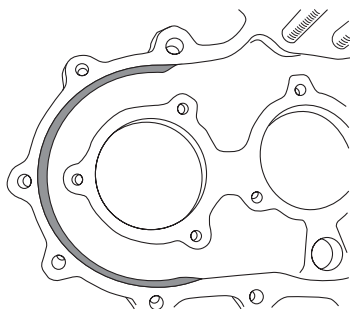

Рис. 14
9. Установите вал переднего моста с подшипником на крышку РК. Доработайте крышку (Рис. 14, выделено серым).